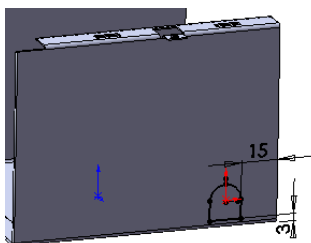

图 10-142 标注成形工具的位置尺寸
②单击“草图”工具栏中的“智能尺寸”按钮，标注出成形工具在钣金件上的位置尺寸，如图 10-142 所示。单击“放置成形特征”对话框中的“完成”按钮，完成对成形工具的添加。
⑬线性阵列成形工具。单击“特征”工具栏中的“线性阵列”按钮，或执行“插入”→“阵列/镜像”→“线性阵列”菜单命令，弹出“线性阵列”属性管理器，在对话框中的方向 1 的“阵列方向”栏中单击鼠标，拾取钣金件的一条边线，单击按钮切换阵列方向，在“间距”栏中键入数值：70，然后在 FeatureManager 设计树中单击“硬盘成形工具 1”名